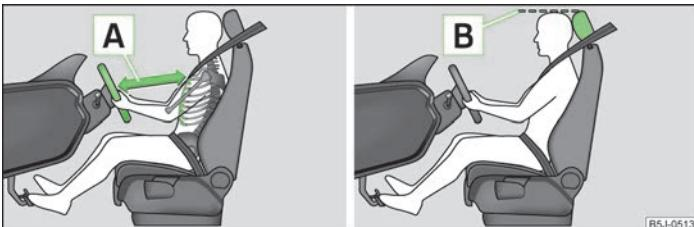

Fig. 96 Distancia correcta del conductor al volante/Ajuste correcto del reposacabezas
- Ajustar el volante de tal modo, que la distancia **A** » fig. 96 entre el volante y el esternón sea, como mínimo, de 25 cm.
- Ajustar el reposacabezas de tal modo, que el borde superior **B** » fig. 96 de la página 106 » página 106 del mismo se encuentre dentro de lo posible a la misma altura que la parte superior de su cabeza.
- Ajustar el reposacabezas de tal modo, que el borde superior **B** » fig. 96 de la página 106 » página 106 del mismo se encuentre dentro de lo posible a la misma altura que la parte superior de la cabeza.